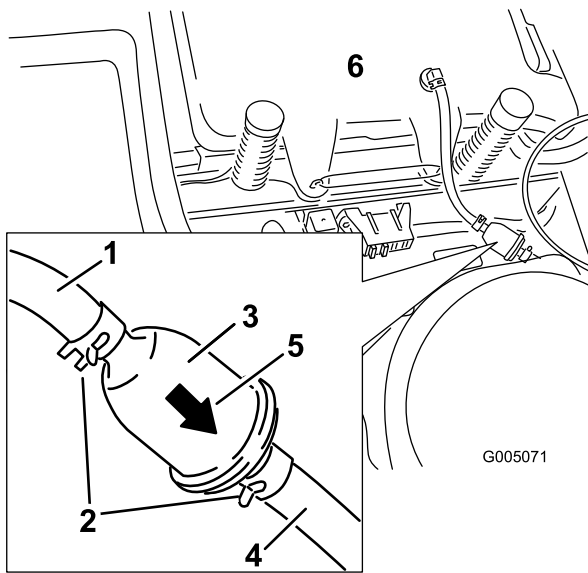

Figura 32
4. Apriete los extremos de las abrazaderas y deslícelas por el tubo alejándolas del filtro (Figura 32).
6. Instale un filtro nuevo – la flecha que indica el sentido de flujo debe apuntar hacia el motor. Acerque las abrazaderas al filtro (Figura 32) para sujetarlo.